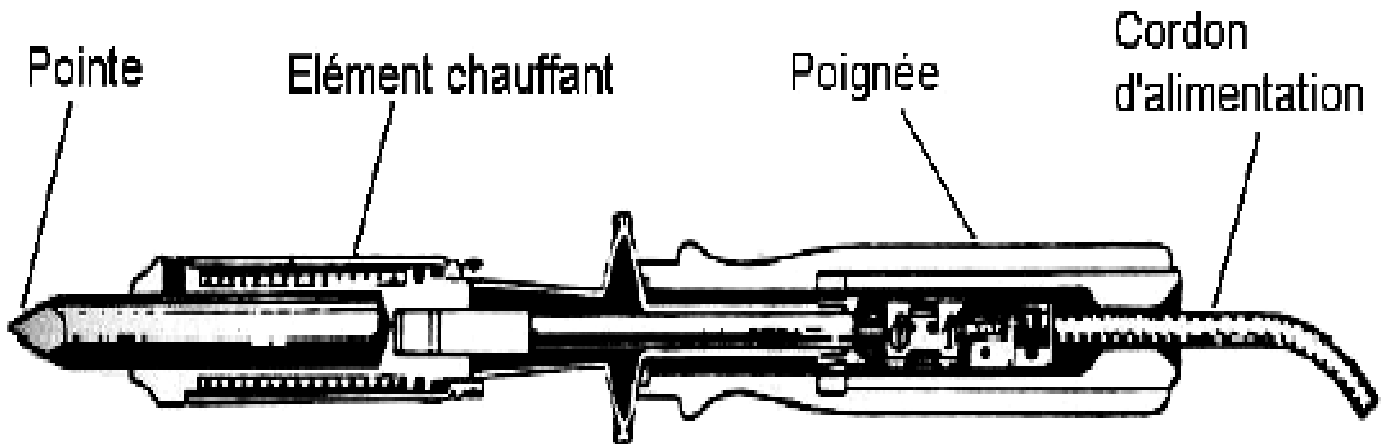

Figure 1.1 – Les constituants d'un fer à souder
I.1 – Les constituants d'un fer à souder : (voir figure 1.1)